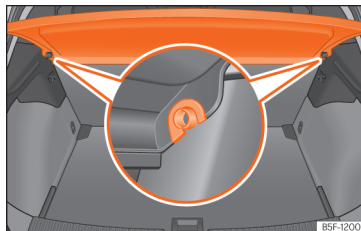

Рис. 181 Багажний відсік: знімання й установлення полиці.
- Зніміть полицю з бокових опор >>> **рис. 181**, посунувши догори й потім на себе.
- Тримавши горизонтально, покладіть полицю фіксаторами на опори ("підкови" повинні збіга-тися) >>> **рис. 181** і натисніть униз до остаточ-ної фіксації.